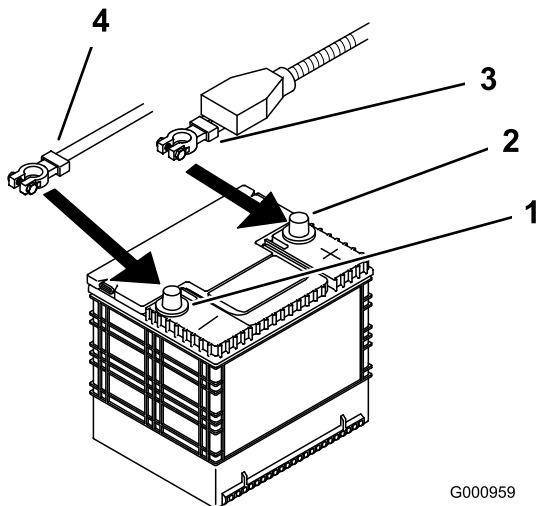

Figura 52
4. Primero desconecte el cable negativo del borne negativo (-) de la batería (Figura 52).
5. Retire la cubierta de goma roja del borne positivo (rojo) de la batería. Luego retire el cable positivo (rojo) de la batería (Figura 52).
4. Fije los cables con 2 pernos (1/4 x 3/4 pulg.), 2 arandelas (1/4 pulg.), y 2 contratuercas (1/4 pulg.) (Figura 52).